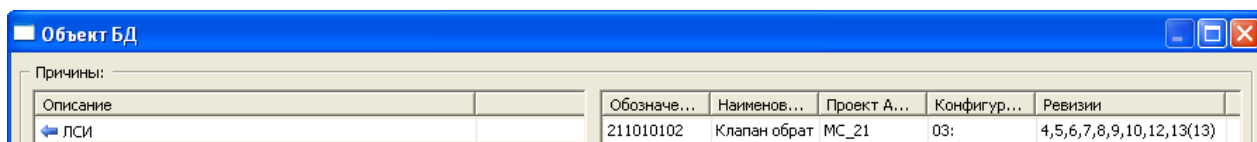

Рис. 4-132
В примере, приведенном на рис. 4-132, изделие связано с элементом ЛСИ 211010102 «Клапан обратный», входящим в ЛСИ проекта АЛП «МС_21» для конфигурации ФИ «03». В ячейке **Ревизии** через запятую перечислены ревизии проекта АЛП, в которых используется изделие, – с 4 по 10 и с 12 по 13. Из этой записи видно, что связь изделия с элементом ЛСИ 211010102 в 11 ревизии проекта АЛП была удалена, но при последующем редактировании проекта АЛП (12 ревизия) элемент ЛСИ был снова связан с изделием.
На рис. 4-132 в ячейке **Ревизии** в скобках указана 13 ревизия проекта АЛП. Это означает, что она является активной ревизией проекта АЛП, редактирование которой было завершено. В рассматриваемом примере 13 ревизия входит в перечень ревизий, представленных через запятую, и отображена в скобках. Из этого можно сделать вывод, что изделие используется в активной (13) ревизии проекта АЛП.